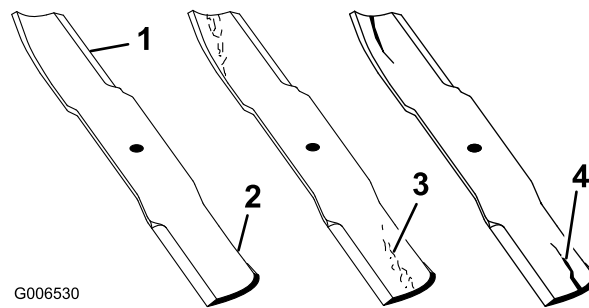

Figura 41
1. Inspeccione los filos de corte (Figura 41). Si los bordes no están afilados o tienen mellas, retire las cuchillas y afílelas; consulte *Cómo afilar las cuchillas*.
2. Inspeccione las cuchillas, especialmente la parte curva (Figura 41). Si observa daños, desgaste o la formación de una ranura en esta zona (elemento 3 en la Figura 41), instale inmediatamente una cuchilla nueva.